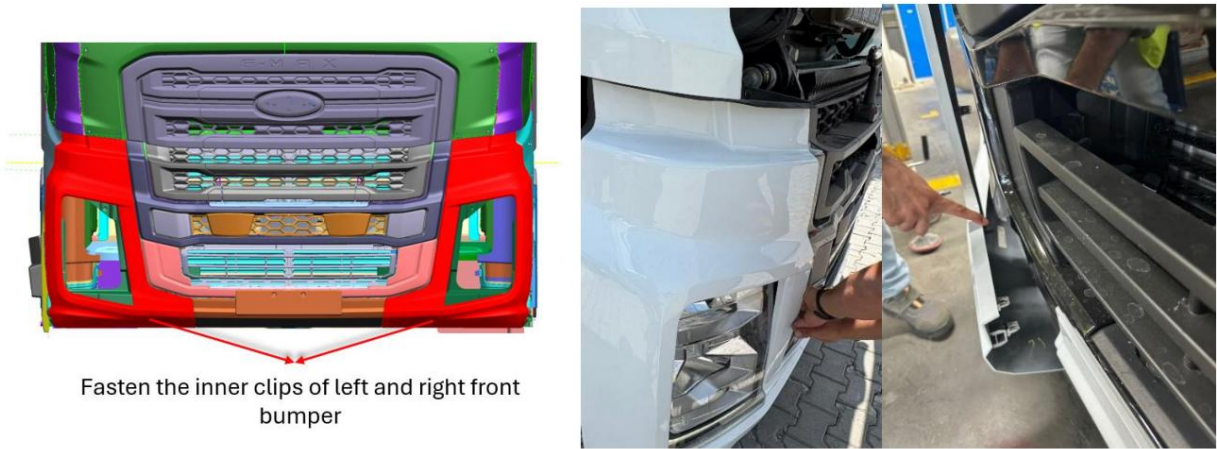

Figure 27 : Installation des pièces du carénage du pare-chocs avant gauche et droit.
32. Montez les pièces du carénage du pare-chocs droit et gauche. (Figure 27)